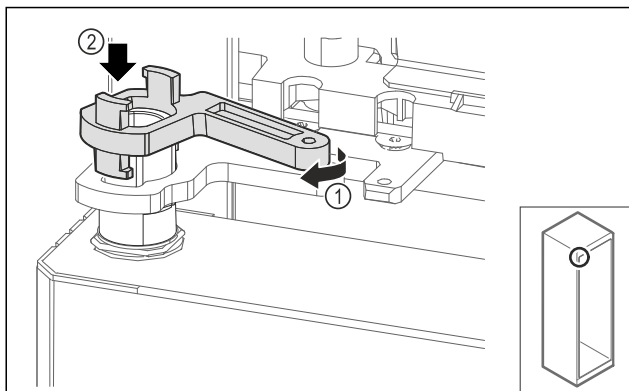

Fig. 70
- Lagano okrenite blokadu podloška ležaja Fig. 70 (1) i natakните je na čahuru Fig. 70 (2).